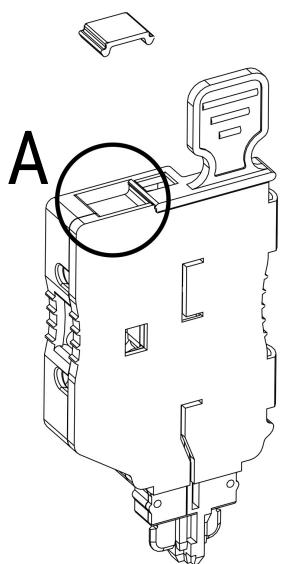
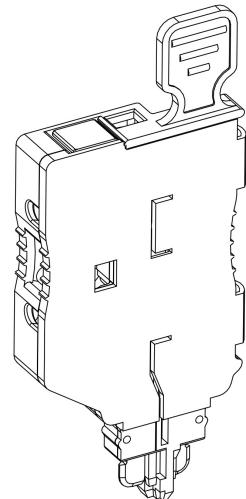

Рисунок 53 – установка маркировки УМКП в
Рисунок 54 – установленная маркировка УМКП в ПР-КН 2,5
- У штекеров ПР-КН 2,5 паз для маркировки УМКП расположен на верхней стенке (рис. 53 «A»; рис. 54).